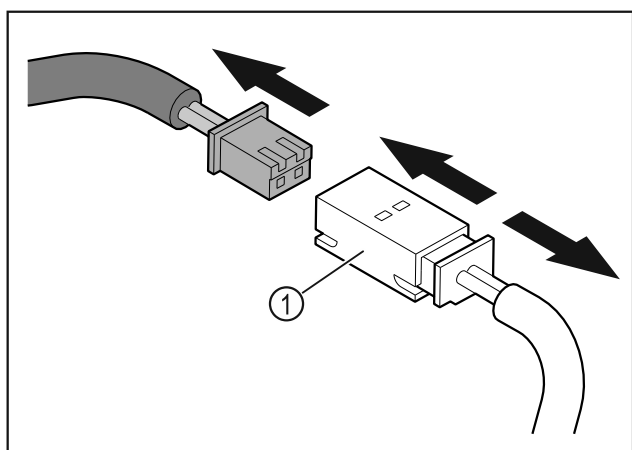

Fig. 13
- ▶ Træk stikket og stikkoblingen Fig. 13 (1) ud.